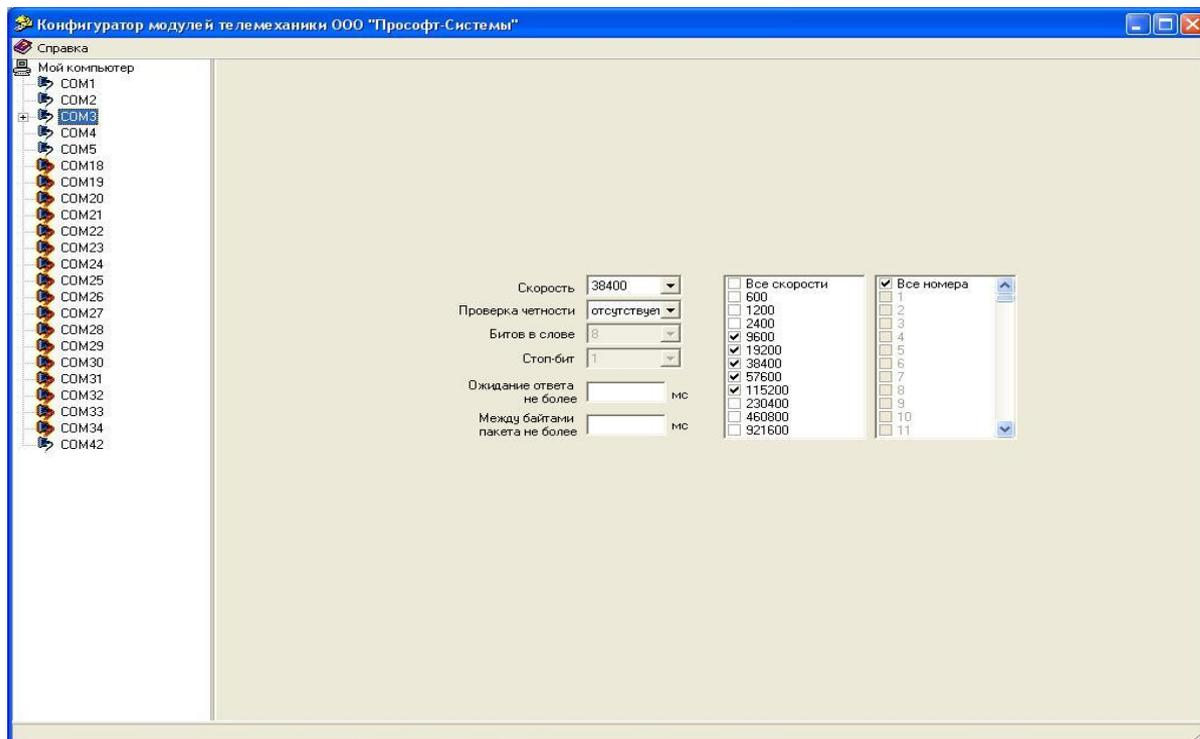

Рисунок 4.3.1. Исходное окно программы конфигуратора tmcfg.
4.3.2.1 После подключения к ТС32 и запуска программы появляется окно (Рисунок 4.3.1), разделенное на два поля.